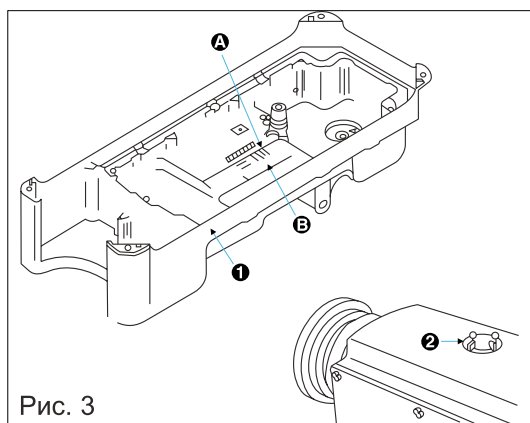

Рис. 3
- 1). Заполните поддон (1) рис.3, прилагающимся маслом до отметки HIGH (A).
- 2). Когда уровень масла опустится ниже отметки LOW (B), долейте масло в поддон.
- 3). После заливки масла при работе Вы увидите всплески масла в индикаторном окошке (2), что является показателем правильной работы насоса.